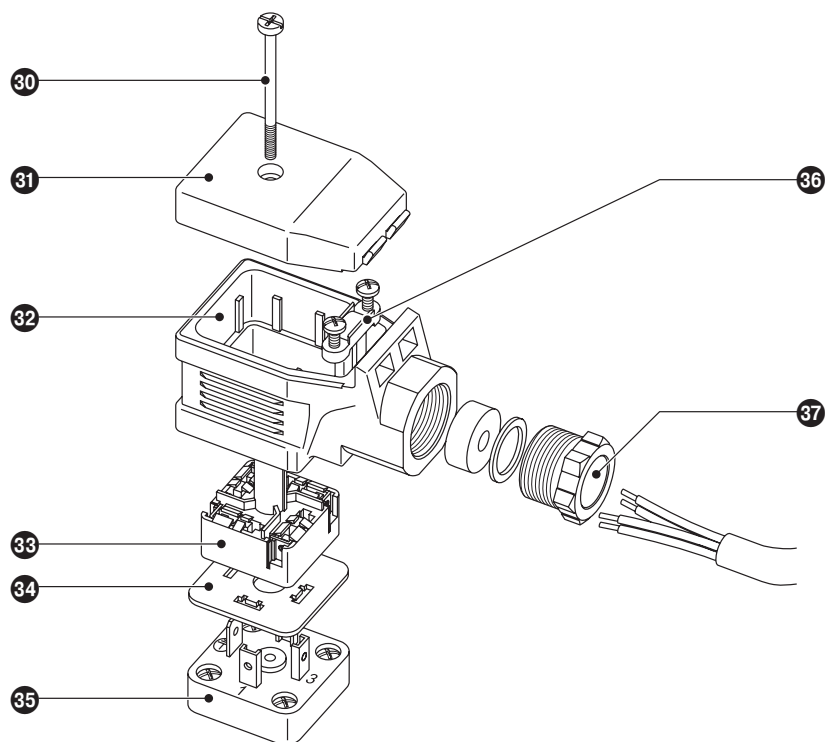

Fig. 11
1. Loosen screw 30. **Fig. 11**